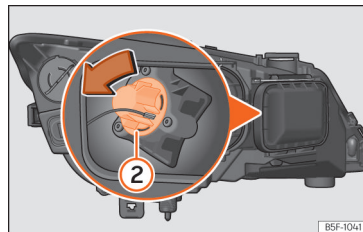

Fig. 58 Lampadina dell'indicatore di direzione.
- Ruotare il portalamпада » fig. 58 ② verso sinistra e tirare.